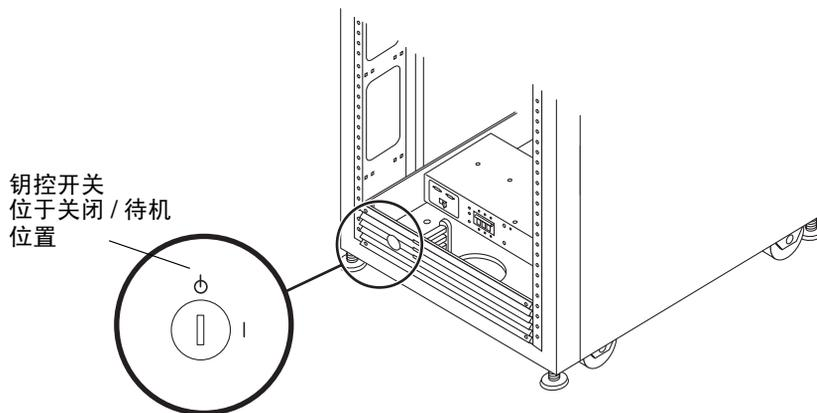

图 B-9 前面板底部的键控开关位置
2. 检验基本机箱和扩展机箱（如果有的话）前下方的键控开关是否均处于待机位置（图 B-9）。